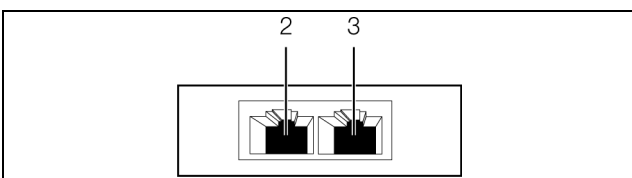

Abb. 7: Rückseite des Vandalismussensors
- Verbinden Sie den Vandalismussensor über ein CAN-Bus-Verbindungskabel mit einer CAN-Bus-Schnittstelle der CMC III Processing Unit bzw. der benachbarten Komponente im CAN-Bus (Abb. 7, Pos. 2).
- Schließen Sie ggf. an der zweiten, freien CAN-Bus-Schnittstelle des Vandalismussensors (Abb. 7, Pos. 3) eine weitere Komponente an (z. B. einen anderen Sensortyp).